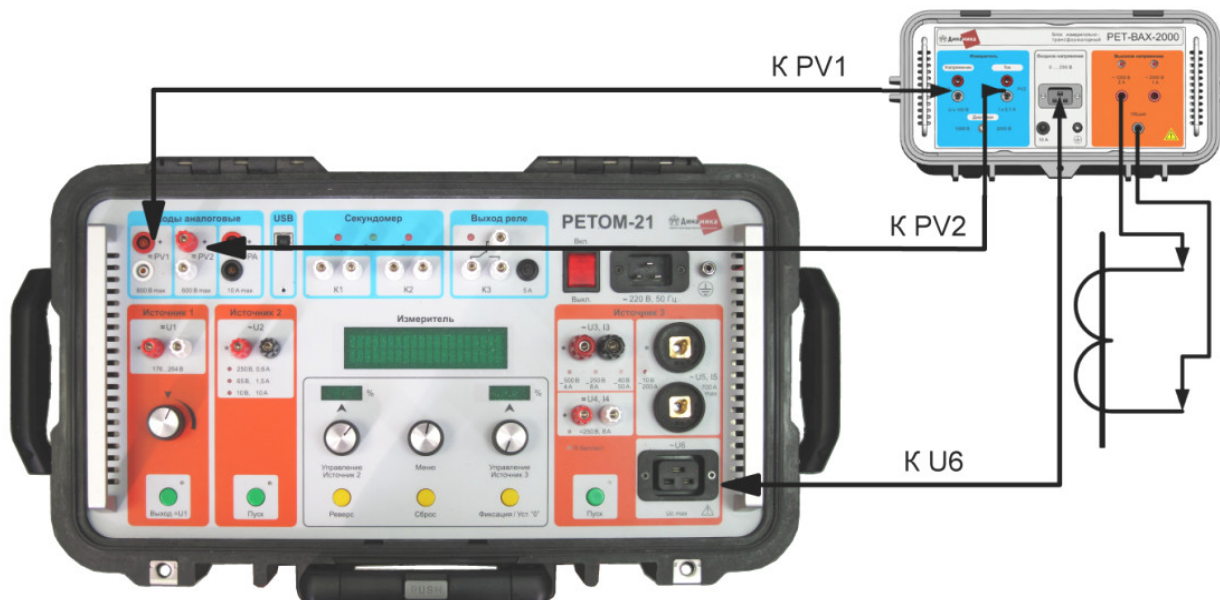

Рисунок 14.20 – Схема измерения характеристики намагничивания ТТ с использованием блока PET-BAK-2000
- если это напряжение превышает 500 В, что характерно для мощных высоковольтных ТТ, то для снятия характеристики необходимо использовать блок РЕТ-ВАХ-2000 (рисунок 14.20). На выходе 1000 В максимальный ток не превышает 2 А, а выходе 2000 В – не более 1 А.
Порядок выполнения работы с применением блока РЕТ-ВАХ-2000 (рисунок 14.20):